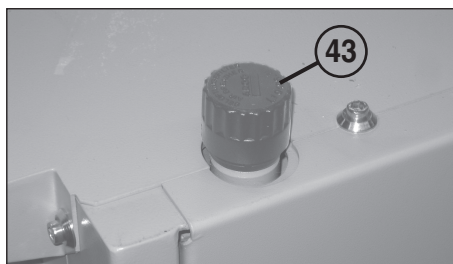

Fig. 19
- 43 = Vareta de controlo do nível de óleo (fig. 19)